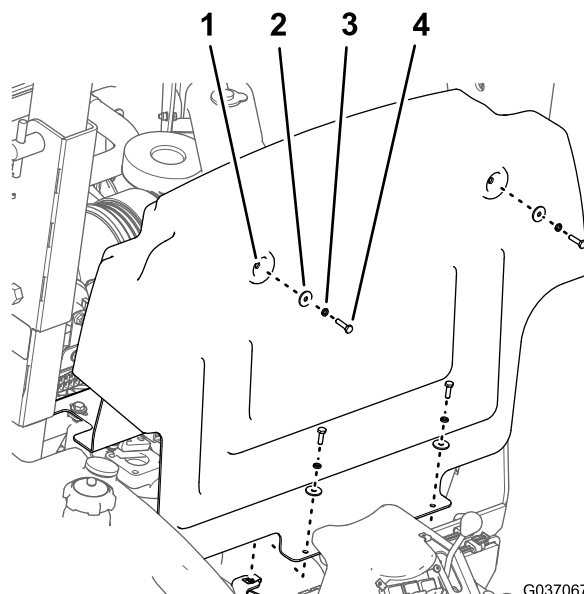

Figura 6
1. Retire os quatro parafusos (6 x 25 mm), quatro anilhas de bloqueio (6 mm) e quatro anilhas de cabeça chata que fixam o painel de anteparo ao chassis da máquina (Figura 6).
2. Mova o painel para cima e para a frente e retire-o da máquina (Figura 6).
1. Alinhe os quatro orifícios no painel de anteparo com quatro porcas de clipe no chassis; consulte a Figura 6 em Retirar o painel de anteparo (página 3).
2. Fixe o painel de anteparo ao chassis da máquina com quatro parafusos, quatro anilhas de bloqueio e quatro anilhas de cabeça chata, consulte a Figura 6 em Retirar o painel de anteparo (página 3).